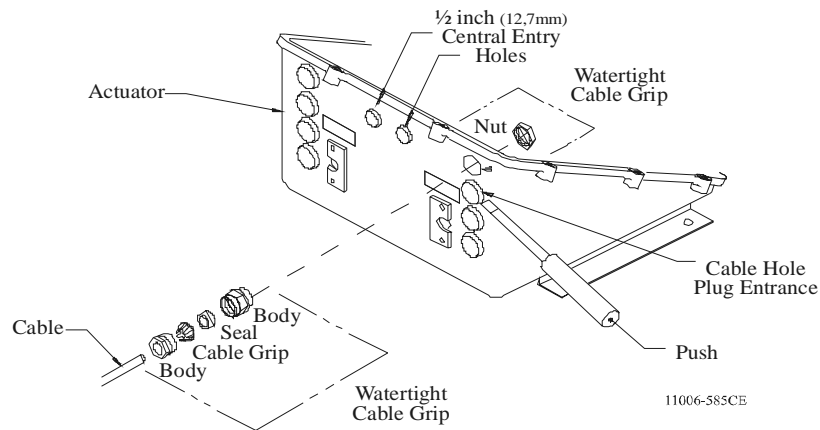

Abbildung 4: Entfernen der Stopfen
- Lokalisieren Sie die zwei 12,7 mm (1/2 Zoll) mittleren Eintrittsöffnungen und entfernen Sie die Kunststoffstopfen. Zum Lageort der Löcher siehe Abbildung 4.; Seite 8.